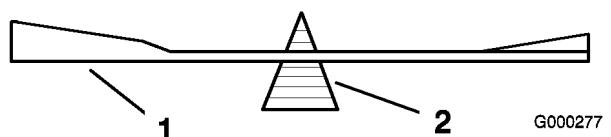
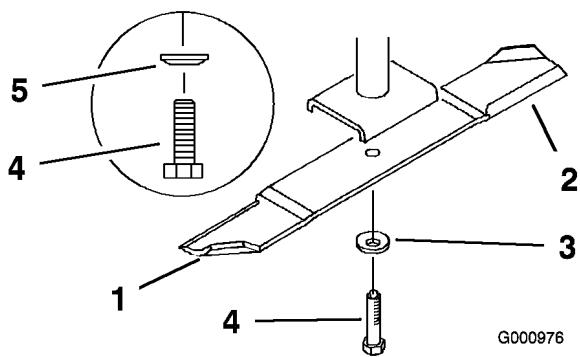

Figure 66
Figure 67
2. Retirez de l'axe le boulon, la rondelle élastique et la lame (Figure 67).
2. Vérifiez l'équilibre de la lame en la plaçant sur un équilibrEUR (Figure 66). Si la lame reste horizontale, elle est équilibrée et peut être utilisée. Si la lame est déséquilibrée, limez un peu l'extrémité de la partie incurvée seulement (Figure 67). Répétez la procédure jusqu'à ce que la lame soit équilibrée.
1. Placez la lame sur l'axe (Figure 67).
2. Installez la rondelle élastique et le boulon de la lame. Le cône de la rondelle élastique doit être dirigé vers la tête du boulon (Figure 67). Serrez le boulon à 115-150 Nm.